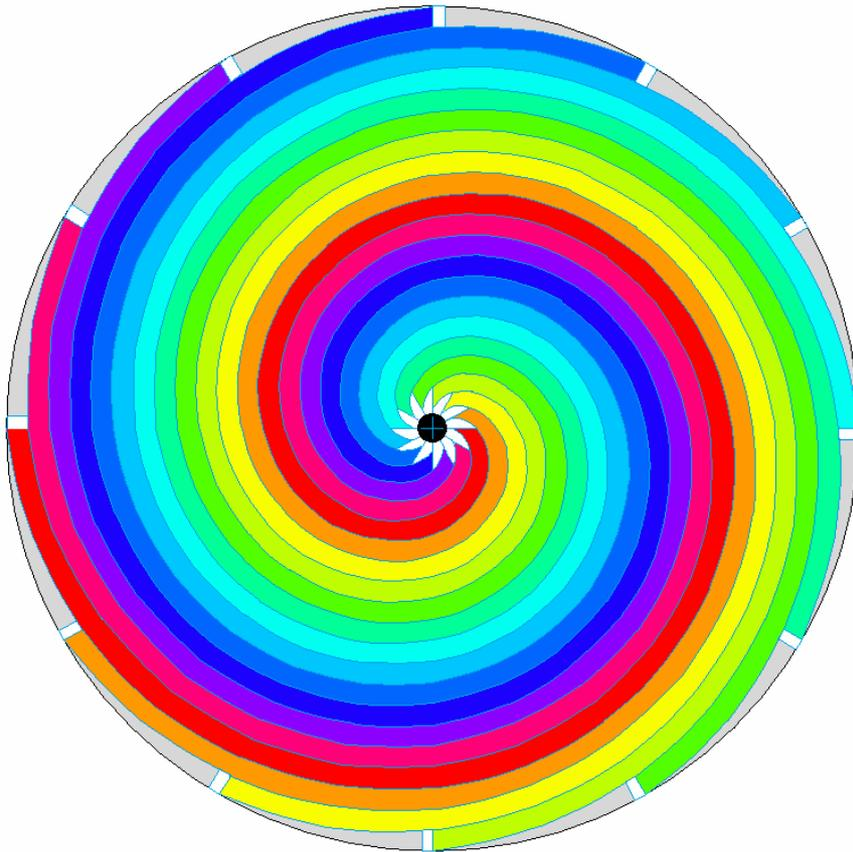

Abbildung 8
**Erkennt Ihr noch was essenziell Wichtiges in Abbildung 8?**